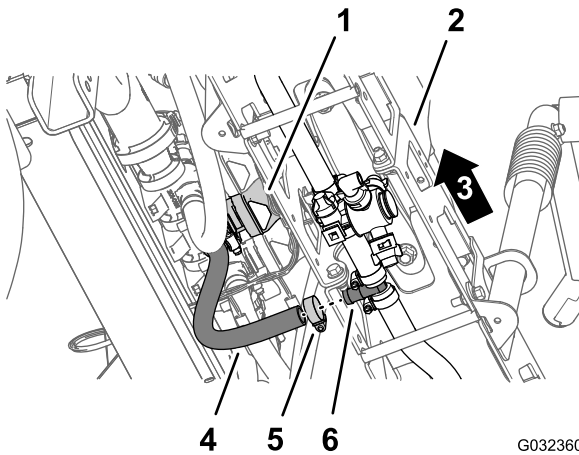

图43
- 在中央喷洒臂段下方取下将喷洒臂段的供水软管固定到宝塔 T 形接头的软管夹 (图43)。